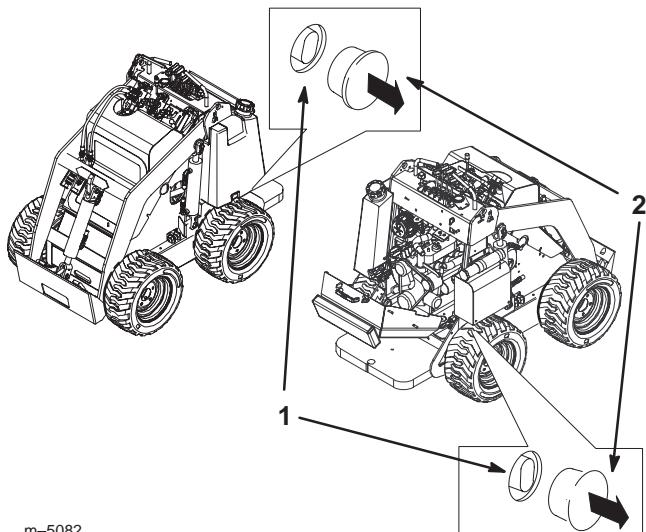

Bild 17
2. Entfernen Sie die Abdeckungen aller Schleppventile (Bild 17).
3. Lockern Sie die Klemmmuttern an allen Schleppventilen (Bild 17).